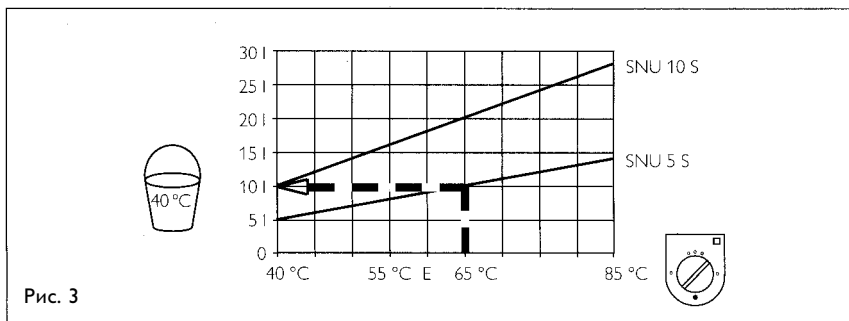

Рис. 3
При установке температуры нагрева вы также выбираете количество смешиваемой с холодной воды (рис. 3)
- большое количество смешанной воды (см. рис. 3),